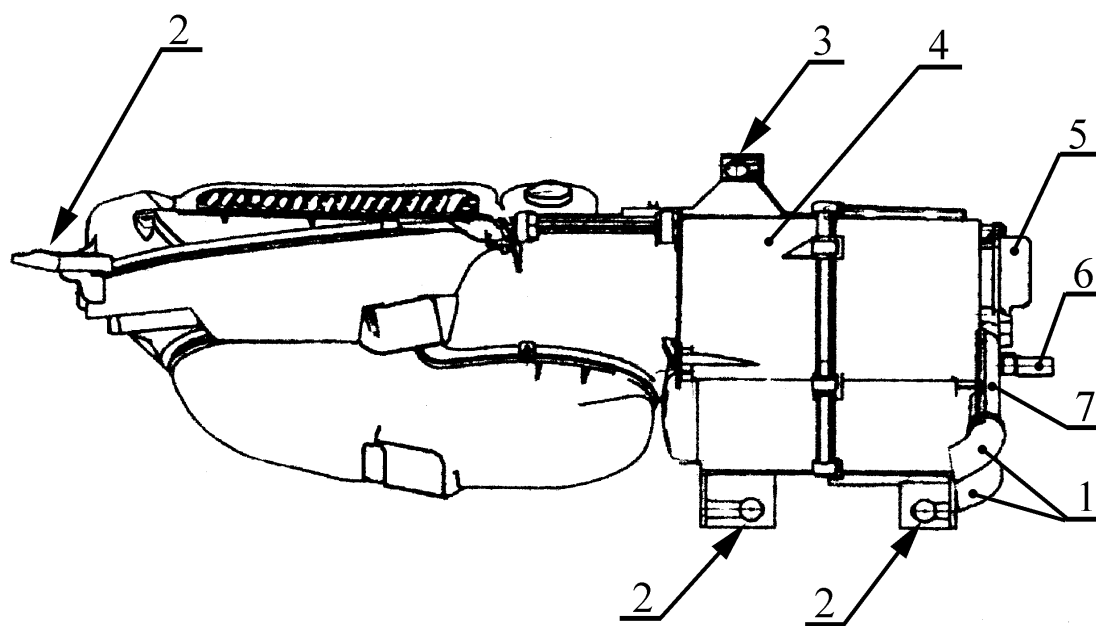

Рис.1. Отопитель 2111-8101012:
1.4 Отсоединить шланги 1, рис.1, отопителя подводящий и отводящий, пароотводящий шланг 6 от радиатора 7 отопителя (отвертка плоская, отвертка крестообразная, плоскогубцы).